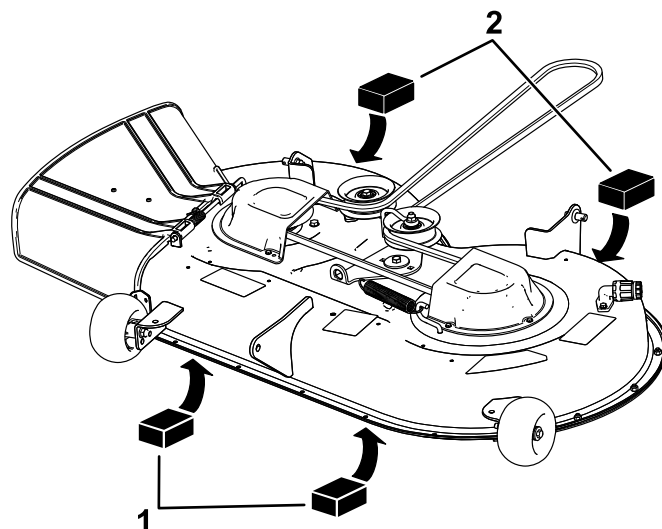

Figura 67
4. Posizionate 2 blocchi ciascuno con uno spessore di 6,6 cm sotto ciascun lato del bordo anteriore del piatto di taglio, ma non sotto le staffe del rullo antistrappo (Figura 67).
5. Posizionate 2 blocchi ciascuno con uno spessore di 7,3 cm sotto il bordo posteriore della falda del piatto di taglio; 1 su ciascun lato del piatto di taglio (Figura 67).